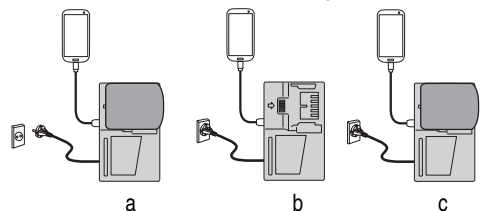

Fig. 8
- Carga de un dispositivo USB mediante batería (Fig. 8-a)
- Cargar un dispositivo USB desde una toma de corriente eléctrica (Fig. 8-b)
- Cargar un dispositivo USB y su batería desde una toma de corriente eléctrica (Fig. 8-c)